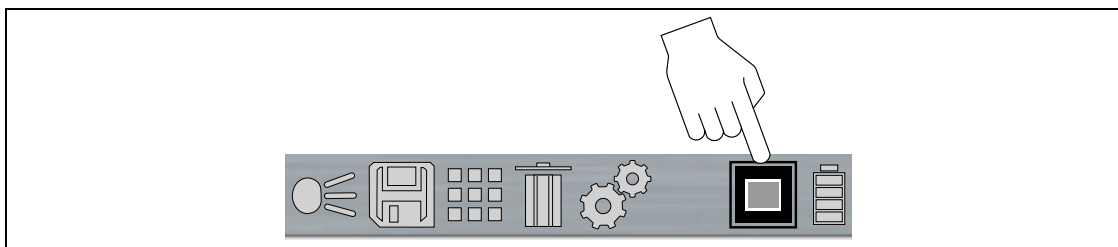

Figura 4-2
Al usar cualquiera de los modos de opacidad térmica combinada, el icono Nivel de opacidad de la barra de herramientas indica el nivel de opacidad actual (Figura 4-2).
1. Para usar el modo de temperatura de puntero láser, pulse el botón de control **Abajo ▼** varias veces hasta que se visualice **“Presione el activador para iniciar la medición”** en la pantalla y aparezca el icono Láser en la barra de herramientas (Figura 4-2).
La “X” del icono Láser (Figura 4-2) indica que el puntero láser está desactivado. Cuando se acciona el activador, el puntero láser se activa y la “X” no se muestra en el icono.